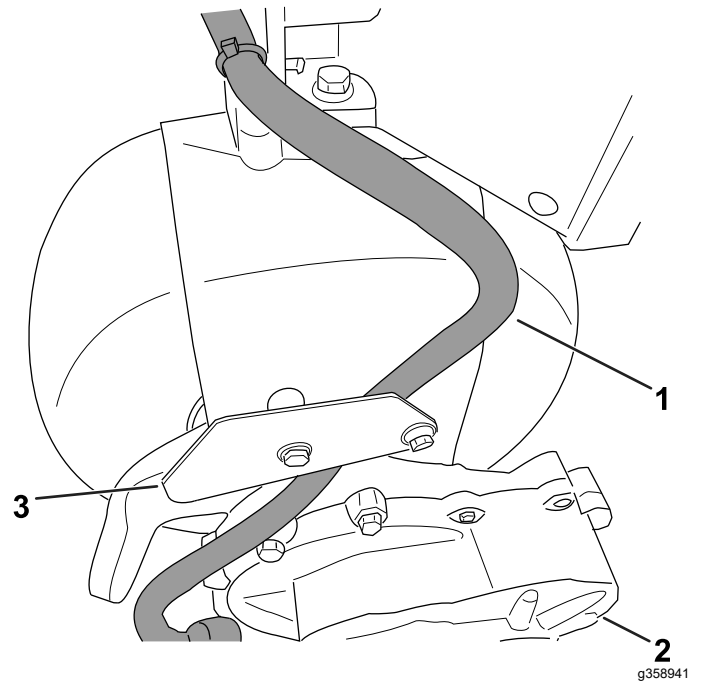

Figure 6
2. Acheminez le faisceau du boîtier d'engrenages vers le capot, comme montré à la Figure 6.